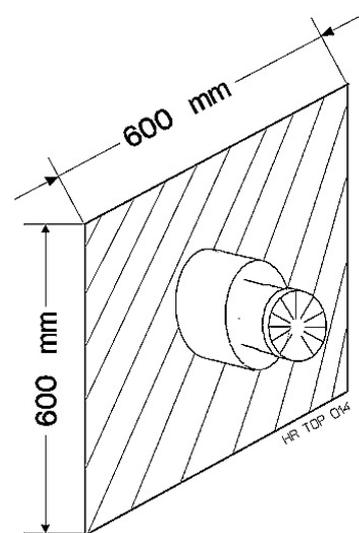

Fig. 3
- ▶ Rond de muurdoorvoer mogen zich in een gebied van 600 x 600 mm geen hindernissen (bvb. vensterbank, regenpijp, enz.) bevinden. (zie fig. 3)
- ▶ Aucun obstacle (p. ex. rebord de fenêtre, tuyau eau de pluie, etc.) ne peut se trouver dans une zone de 600 x 600 mm autour de l'évacuation murale. (voir fig. 3)